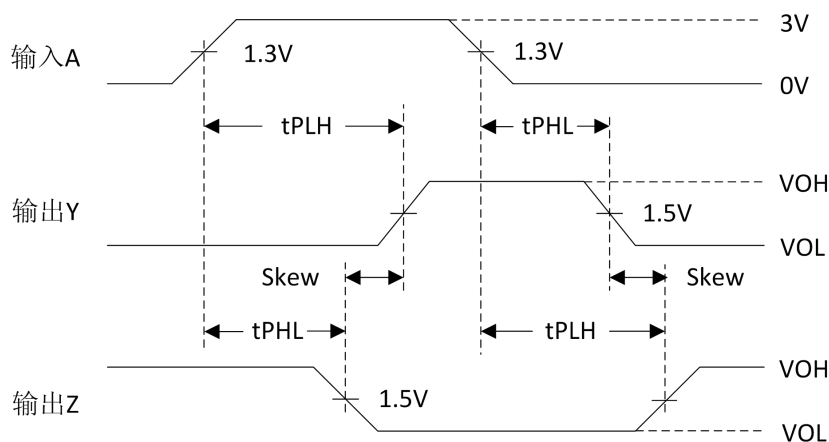

图 2. 传输延时时间和输出斜交时间
(4) 测试传输延时时间和输出斜交时间, 需要断开 S1 和 S2, 对应的测试波形如图 2。